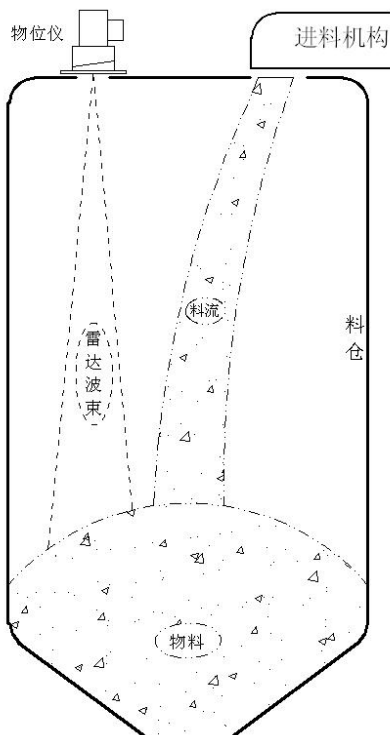

图 3.3-1
- (1) 物位仪的扇形测量区域内尽量避开仓壁和料流。如图 3.3-1。